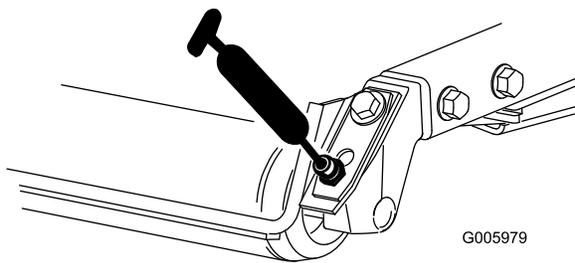

Figure 80
- Roulements de rouleau arrière (2 par plateau de coupe), comme montré à la Figure 80.